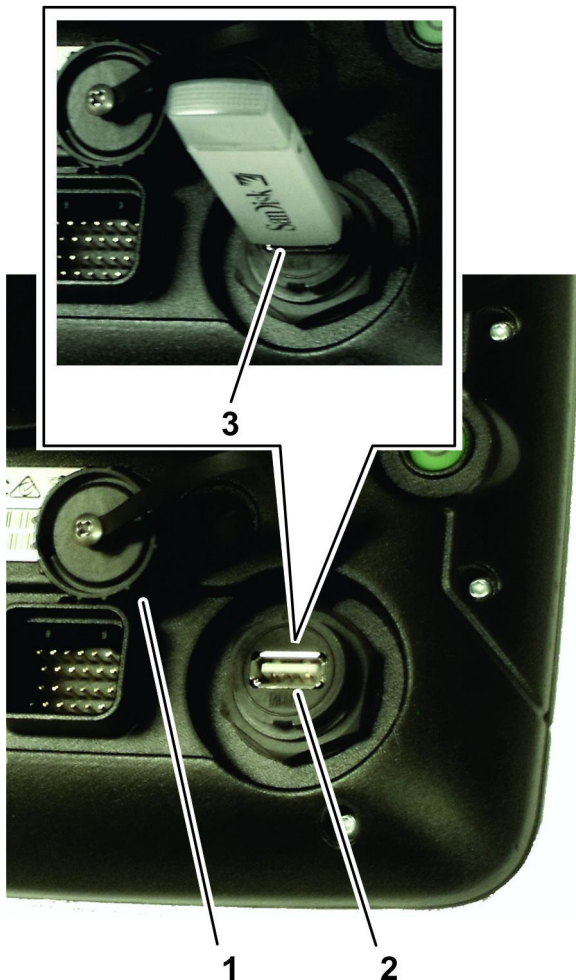

Рисунок 22
1. Удалите заглушку из USB-порта, расположенного под кнопкой питания (Рисунок 22).
2. Вставьте USB-накопитель в гнездо USB (Рисунок 22).